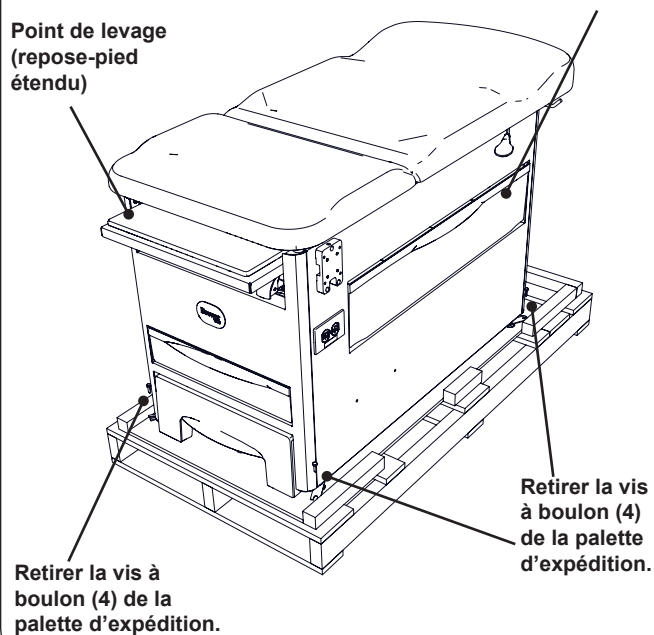

Figure 3. Points de levage de la table
- Pour éviter d'endommager la table, la soulever uniquement aux points indiqués à la Figure 3.
2. Dévisser la table de la palette d'expédition en retirant les 4 vis à boulon de la palette à l'aide d'une clé à douille de 1/2 po, puis retirer le support d'expédition. Voir Figure 3.
4. Retirer la table de la palette d'expédition en la soulevant aux points de levage corrects indiqués à la Figure 3. Toujours lever la table à deux personnes. Le repose-pied peut être utilisé pour la soulever.